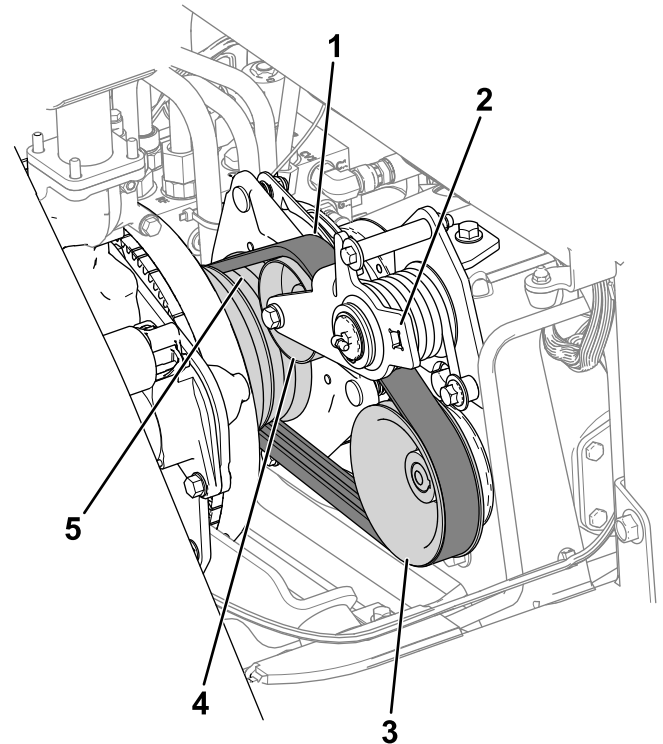

Figura 1
1. Utilizzando un cricchetto, rilasciate la tensione dalla cinghia di trazione (Figura 1).
2. Rimuovete la cinghia dalla puleggia tendicinghia (Figura 1).
7. Installate la cinghia sulla puleggia tendicinghia (Figura 1).